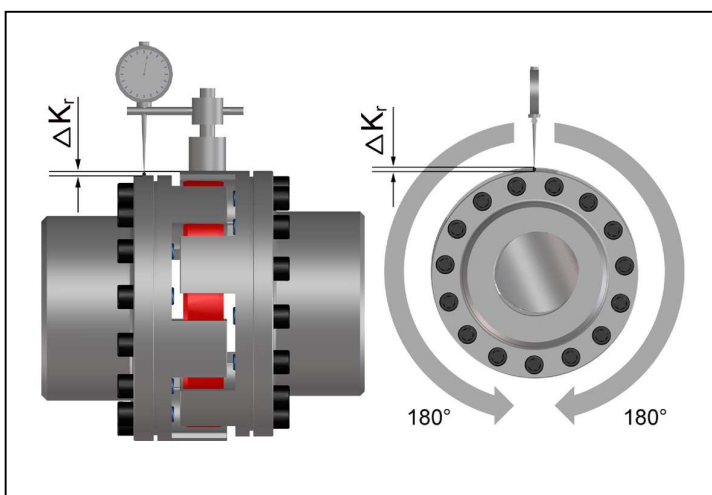

Bild 8
- Vermessen Sie eine ganze Umdrehung (360°). Ermitteln Sie dabei die größte Abweichung K_{r1} sowie die kleinste Abweichung K_{r2} (Bild 8). Berechnen Sie die Radialverlagerung $\Delta K_r = 0,5 \times (K_{r1} - K_{r2})$. Beachten Sie die Vorzeichen der Messwerte.